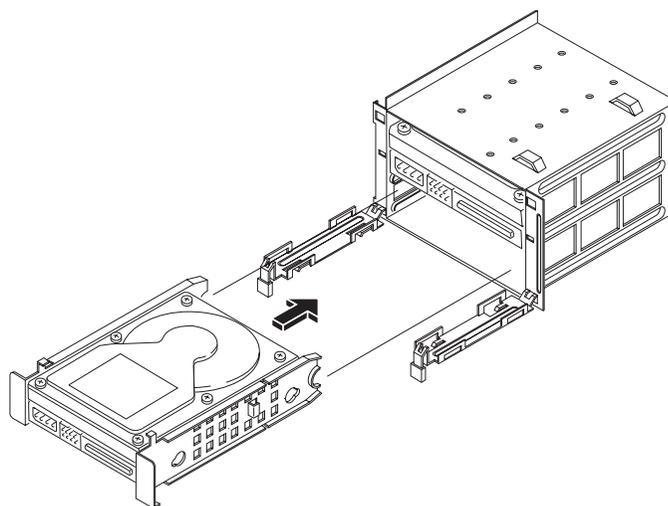

Figure 3-8. Montage du disque dur dans la cage
- Faites glisser l'unité dans le compartiment inférieur de la cage. Les connecteurs de données et d'alimentation doivent être orientés vers l'extérieur de la cage. Voir la Figure 3-8.